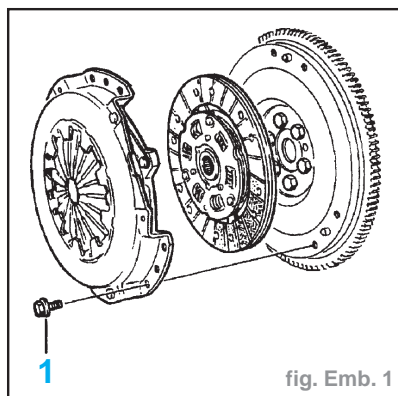

fig. Emb. 1
- Déposer (fig. Emb. 1) :
- les vis de fixation (1)